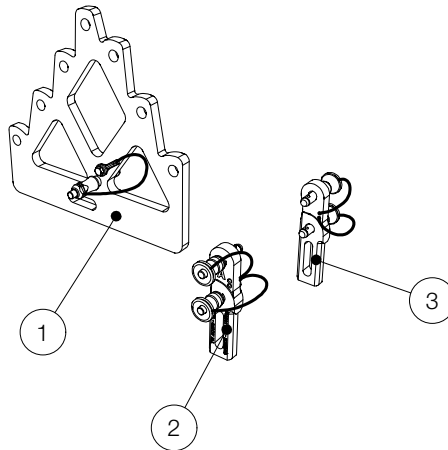

Abbildung 2.1 - Outrigger VERA ORF900
16. Heben Sie den VERA36 Lautsprecher mit einer Hand an und setzen Sie mit der anderen Hand den VERA GSK36 Rear-Adapter (siehe Abbildung 2.1 - Pos.1), mit der vorher ausgewählten Gradzahl, in die Mittelschiene des VERARF900 Flugrahmens ein. Schieben Sie diesen unter den Haken am Rückrigging des VERA36 Lautsprecher.